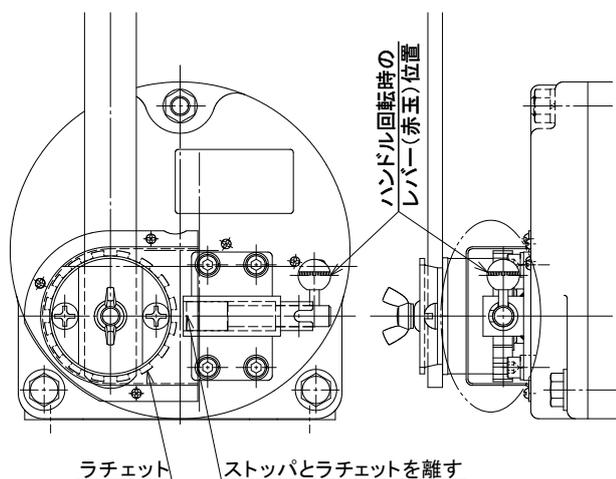

図7 ハンドル操作時
- (1) 先ずハンドルをしっかり手で握り、保持してからレバーを図7の位置にしてストップを「OFF」(解除)してください。荷重が掛かっていると、ストップに負荷が掛かり、解除が困難な場合があります。ハンドルを少し回すと、解除し易くなります。また、ワイヤロープにテンションが掛かっている状態でハンドルを保持しないでストップを解除すると、ノーブレーキになり、ドラムとハンドルが勢い良く回転し、回転したハンドルにより腕やその他に大けがを負うことがあり、非常に危険です。